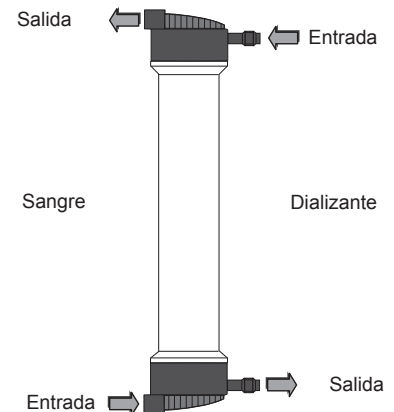

Figura 1: Posición del dializador durante el cebado y el tratamiento
- Consulte la figura 1: Posición del dializador durante el cebado y el tratamiento.